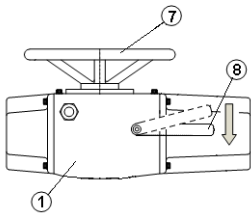

Рисунок 5.2. Ручной привод
Переключение привода (электрический/ручной) выполняется рычагом (8). Переключатель **1HZ** указывает положение рычага (8) и, соответственно, электрический или ручной привод. Если активация электрического привода невозможна, следует управлять системой подъема щеток вручную с помощью штурвала (7). Для ручного управления системой с помощью штурвала (7) рычаг (8) переводится в нижнее положение, как показано на Рисунок 5.2.
**Условные обозначения на Рисунок 5.2**